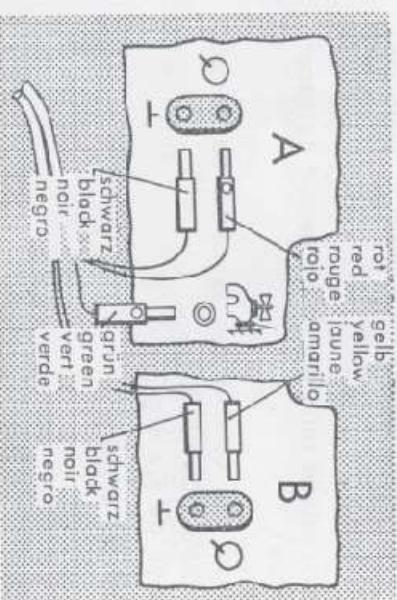

Fig. 5
- Stereo-Wiedergabe nach Fig. 5.
b) Figure 5 shows the hook-up for stereo reproduction.
b) Reproduction stéréophonique: fig. 5.
b) Reproducción estereofónica: fig. 5.